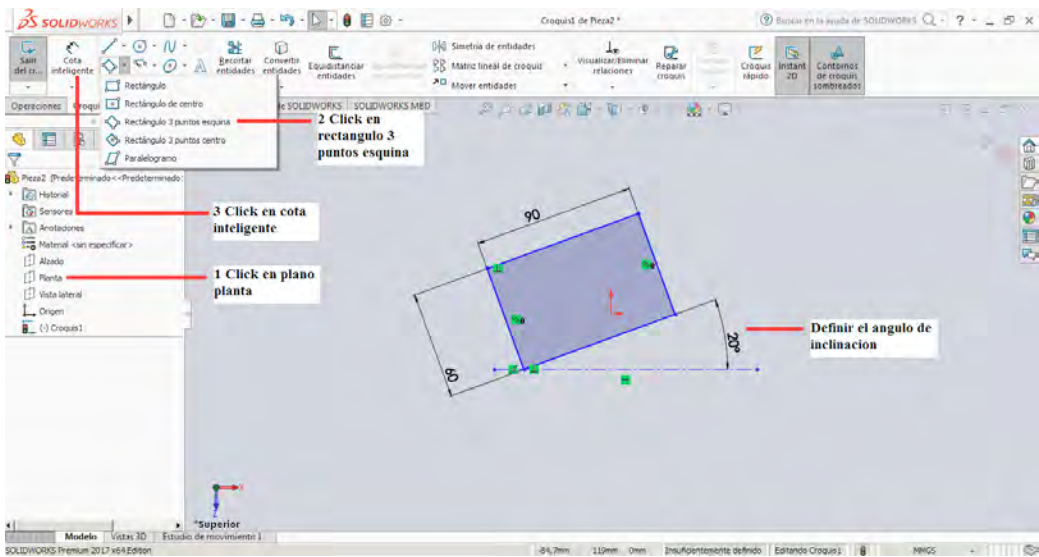

Figura 2-6
A continuación se desarrollará un ejemplo práctico de la utilización las herramientas correspondientes a rectángulo y otras funciones como es el caso de Extruir Saliente Base y Matriz Lineal de Croquis para obtención de la pieza que se muestra en la figura 2-6.
2. Click en rectángulo de tres puntos esquina y realizar el croquis que se muestra en la figura 2-6, tener en cuenta que el sistema de unidades a trabajar es MMGS (Mili-metros, Gramos y Segundos)